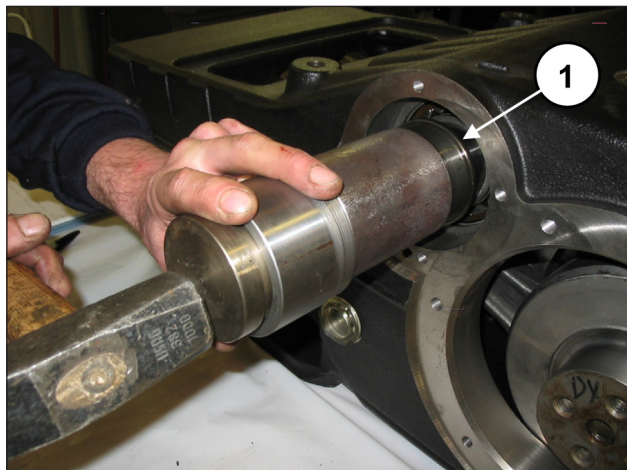
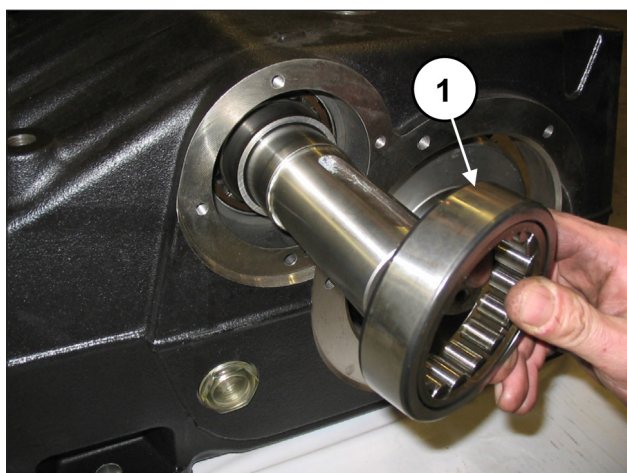
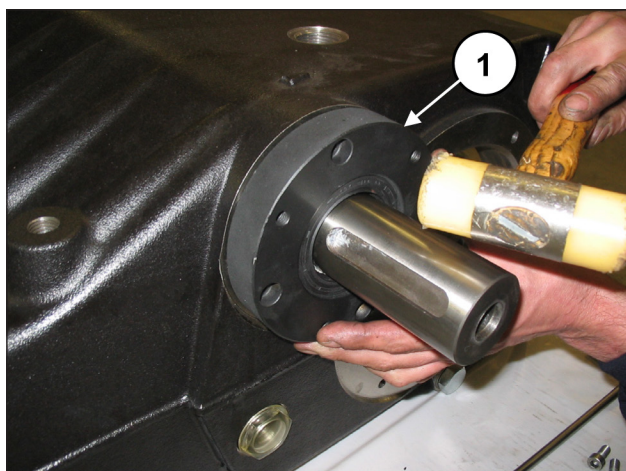
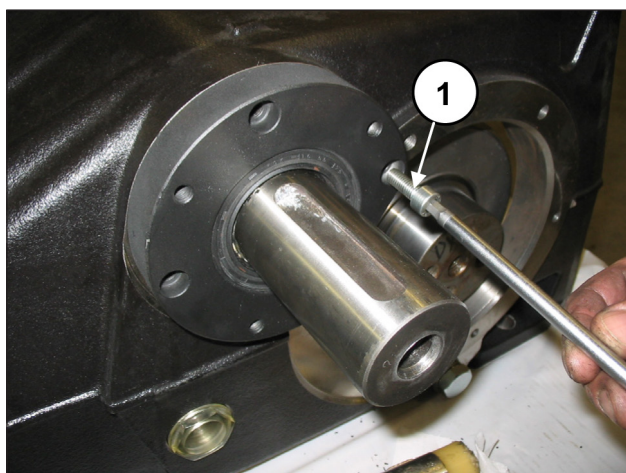

Рис. 61
Рис. 62
Рис. 67
Рис. 68
Вставьте внутреннее кольцо (поз. ①, Рис. 61) и внешнее кольцо (поз. ①, Рис. 62) подшипника лишь с одной стороны насоса.
Установите первую крышку подшипника ВОМ (правую или левую) в комплекте с сальником на картер насоса с помощью инструмента арт. 27539500 (поз. ①, Рис. 67) и закрепите ее с помощью 4 винтов М8х30 (поз. ①, Рис. 68).
Повторите эти операции с противоположной стороны: Вставьте внутреннее (поз. ①, Рис. 61) и внешнее (поз. ①, Рис. 62) кольцо последнего подшипника. Установите отсутствующую крышку подшипника ВОМ на картер насоса (поз. ①, Рис. 67) и закрепите ее 4 винтами М8х30 (поз. ①, Рис. 68). Откалибруйте 4+4 винта динамометрическим ключом, как указано в разделе 3. Предварительно соберите обе крышки корпуса подшипников: вставьте подшипник с помощью ударной массы (поз. ①, Рис. 69) до расстояния $4 \div 4,5$ мм, как указано на Рис. 70.